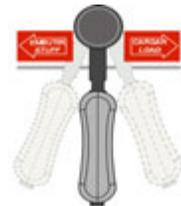

FIG 6. INTERRUPTOR DE RODILLA
1.- Asegúrese que el **switch** principal este en la posición apagado “O” (Fig.5) y verifique que el interruptor de rodilla este en la posición central (Fig.6). Conecte el equipo a la fuente de corriente.
6.- Inserte la tripa correcta en la boquilla seleccionada y sosténgala firmemente. Para iniciar a embutir presione el interruptor de rodilla hacia la posición "EMBUTIR". Para detener la operación suelte el interruptor (Fig.6).